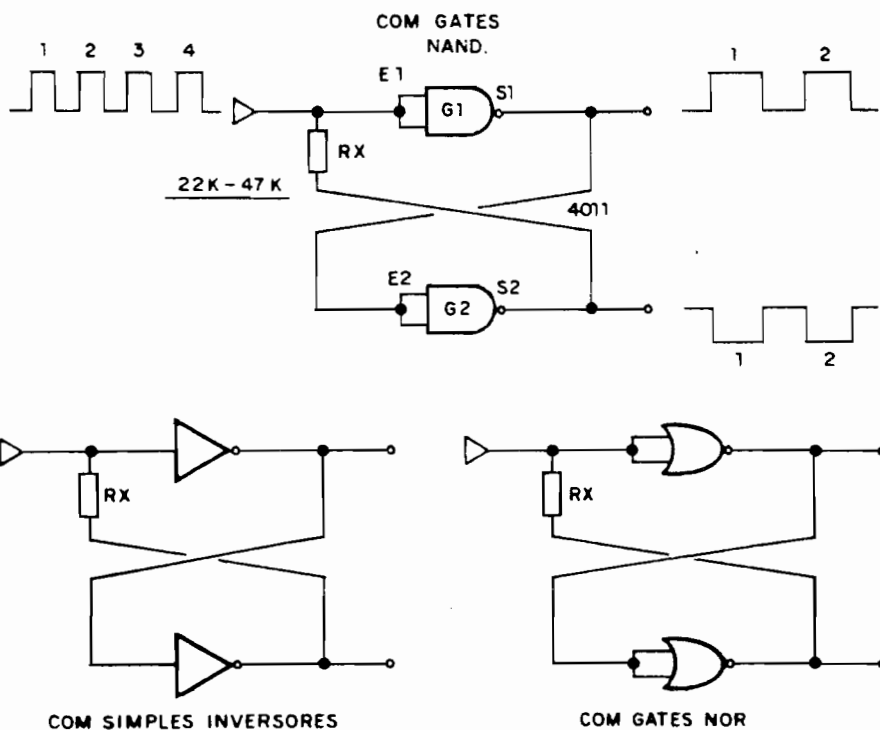

Fig.9
- FIG. 9 - FLIP-FLOP BI-ESTÁVEL DE ENTRADA ÚNICA (DIVISOR POR DOIS) COM GATES C.MOS - O diagrama mostra três possibilidades básicas de se estruturar um BI-ESTÁVEL DE ENTRADA ÚNICA (divisor por 2) a partir de gates C.MOS comuns, sejam simples inversores, sejam tipo NAND ou NOR com mais de uma Entrada cada (caso em que as ditas Entradas de cada gate devem ser "juntadas", para gerar a função simples inversora, revejam as Tabelas Verdade já explicadas em "Aulas" anterior...). Observem também a presença do resistor Rx, com valor típico entre 22K e 47K (válidos para alimentação dentro dos parâmetros normais dos C.MOS, de 5V até 15V, e para o acionamento das Entradas por sinais emitidos em uma Saída típica também C.MOS...). Em qualquer dos casos, teremos o mesmo efeito "matemático" já explicado quanto à fig. 3, ou seja: aplicando-se (por exemplo...) 4 pulsos à Entrada, teremos 2 pulsos na Saída, e assim por diante, numa nítida contagem/divisão por 2, que é a essência desse tipo de bloco lógico...